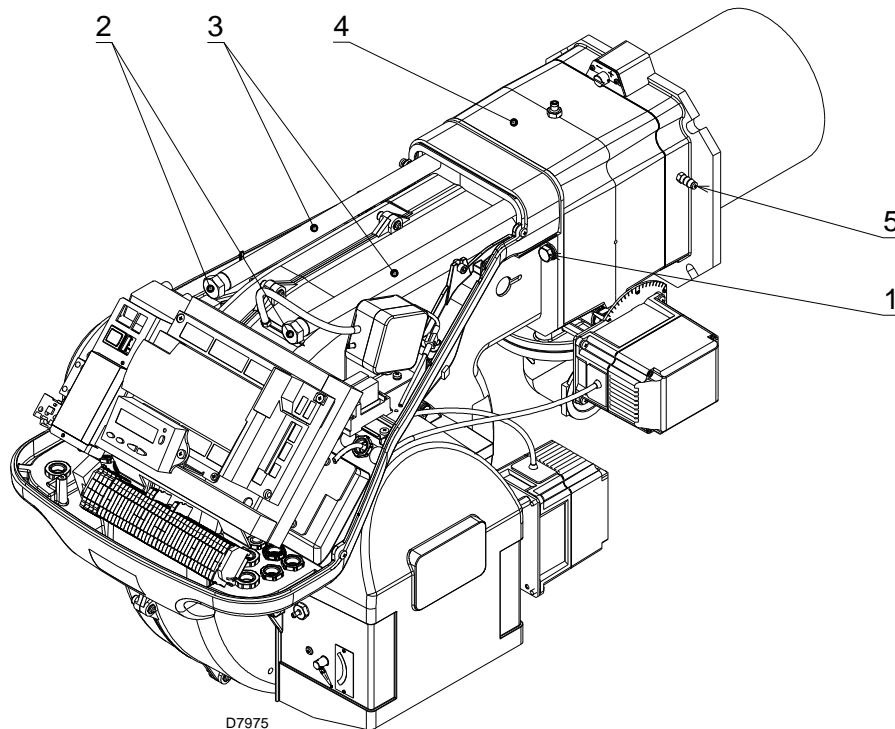

Fig. 20
- inserire il cavo della sonda ed il cavo dell'elettrodo e quindi far scorrere il bruciatore fino al manicotto, bruciatore nella posizione illustrata dalla Fig. 20;